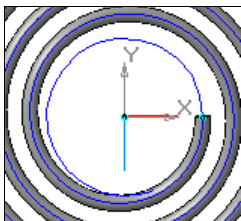

Рис. 23.29. Эскиз витка
- ♦ начертите дугу из центра пружины как продолжение последнего витка (рис. 23.29). Закройте эскиз;